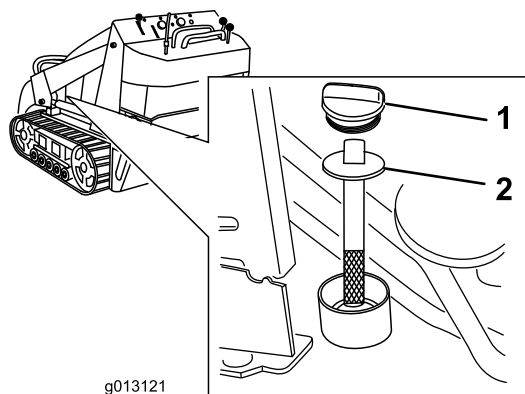

Рисунок 61
5. Очистите зону вокруг заливной горловины и крышки гидравлического бака (Рисунок 61).
6. Снимите крышку заливной горловины и проверьте уровень жидкости с помощью масломерного щупа (Рисунок 61).